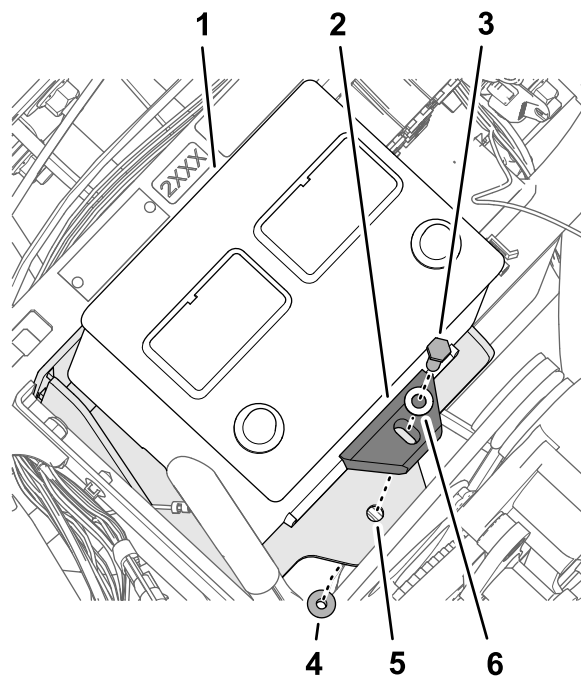

Figure 177
5. Fixez la batterie à son support avec le boulon (5/16" x 1 3/4"), la rondelle (5/16"), le dispositif de retenue et le contre-écrou à embase (5/16"), comme montré à la Figure 177.